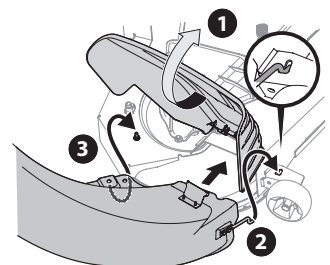

Figura 30
3. Inserte el extremo del codo del canal de descarga (2) en el orificio suministrado en el montaje de rueda de la plataforma tal como se muestra en el inserto de Figura 30.
- Gire el canal de descarga hacia atrás hasta que el orificio del codo del canal de descarga se alinee con el pasador de la plataforma. Mueva el codo de descarga hacia abajo hacia ese pasador como se muestra en (3) de la Figura 30.